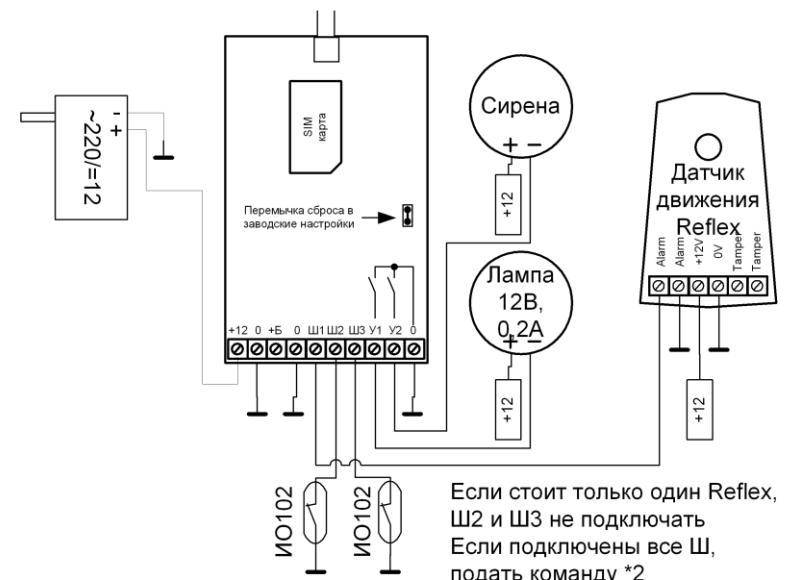

Рис. 1. Вариант "Гаражный". Подключение прибора с использованием всех шлейфов. Первичное питание подаётся через +12..
2) Соберите схему по рис.1. Датчик подключите только к Ш1.
Прибор должен использоваться **С НАСТРОЙКОЙ** для реализации всех его возможностей. Все настройки необязательны. Достаточно провести *регистрацию первого номера*, чтобы использовать прибор в варианте "**Гаражный**" с одним шлейфом Ш1 (рис. 1).
Соберите схему согласно рис.1 - 3. Подайте питание на прибор. Дождитесь (30 - 40 сек.) вспышек зелёного индикатора. С этого момента прибор зарегистрирован в GSM-сети.